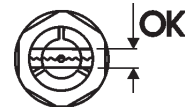

Fig. 5:
- Vul het oliereservoir langzaam met de spuit. Het duurt 5 tot 10 minuten, voordat de olie in beide oliekamers hetzelfde niveau heeft bereikt. De hoeveelheid olie is correct, wanneer het oliepeil zich in het midden van het oliekijkglas bevindt (fig. 5). De vereiste hoeveelheid is afhankelijk van de inbouwpositie. Richtwaarden, zie tabel 3 en 4.